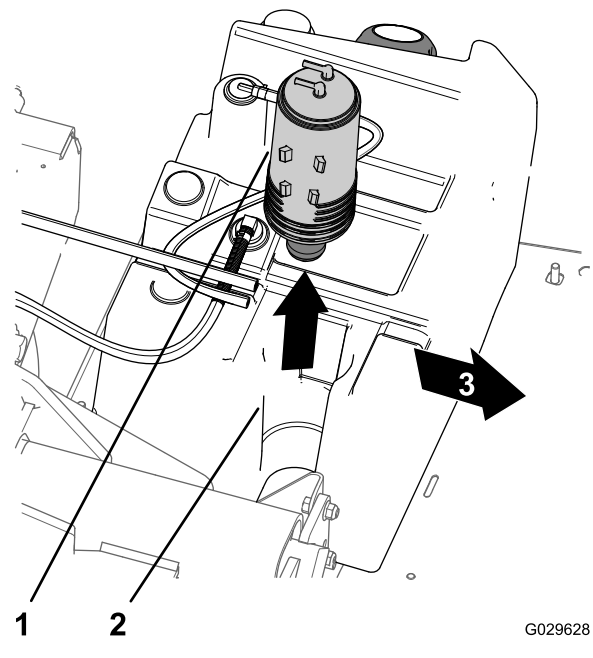

Bild 45
- Heben Sie den Aktivkohlefilter aus der Aktivkohlefilter-Befestigung im Kraftstofftank (Bild 45).
7. Setzen Sie den neuen Aktivkohlefilter in die Aktivkohlefilter-Befestigung des Kraftstofftanks; die Anschlussstücke „Purge“ und „Fuel Tank“ müssen nach hinten ausgerichtet sein (Bild 45).